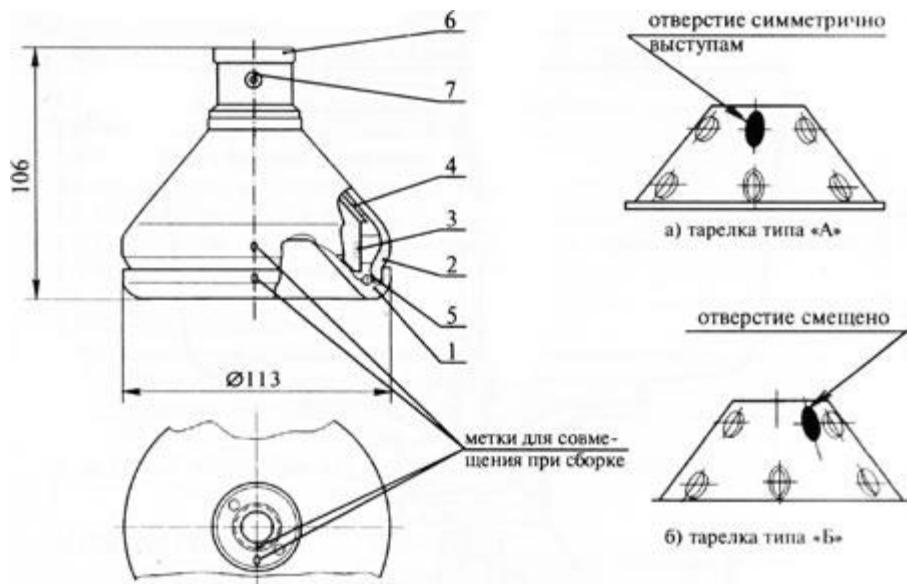

Рисунок 2: Барабан
Основной рабочий орган – барабан (рис. 2). В барабане под действием центробежных сил происходит процесс разделения молока на сливки и обрат. Барабан состоит из тарелодержателя (1) с набором алюминиевых тарелок (3), разделительной тарелки (4) с регулировочным винтом (7), крышки (2), уплотнительного кольца (5), гайки (6).
3. Запрещается работать на сепараторе при незатянутой гайке барабана (6) (рис. 2).
1. Открутить гайку (6) (рис. 2) при помощи специального ключа из комплекта принадлежностей.
ЗАПРЕЩАЕТСЯ ДАЛЬНЕЙШАЯ РАЗБОРКА БАРАБАНА ПРИ ВЫСТУПАЮЩЕМ РЕГУЛИРОВОЧНОМ ВИНТЕ (7) (рис. 2), (ПРИ НЕОБХОДИМОСТИ ВВЕРНУТЬ ЕГО). ПОЛНОСТЬЮ ВЫКРУЧИВАТЬ РЕГУЛИРОВОЧНЫЙ ВИНТ – НЕ РЕКОМЕНДУЕТСЯ.
2. Для снятия крышки (2) (рис. 2) необходимо перевернуть барабан и ударить торцом резьбовой части по деревянной доске по направлению стрелки.
3. Снимите разделительную тарелку (4) (рис. 2).
4. Снимите поочередно тарелки «А» и «Б» (3) (всего их должно быть от 10 до 12 шт.)
5. Снимите уплотнительное кольцо (5) с тарелкодержателя (1) (рис. 2).
1. Вложить в канавку тарелкодержателя (1) (рис. 2), уплотнительное кольцо (5).
2. Легким поворачиванием тарелок на трехграннике тарелкодержателя (1) поочередно установите два типа тарелок «А» и «Б» (3). Начинать сборку можно с любого типа тарелки «А» или «Б», чередуя их. Набор тарелок должен быть полным (всего от 10 до 12 шт.).
3. На пакет тарелок установить разделительную тарелку (4), (рис. 2).
4. На разделительную тарелку (4), (рис. 2), установить крышку (2), таким образом, чтобы выступ в тарелке разделительной вошел в паз крышки.
5. Метку «0» (рис. 2), на крышке совместить с меткой на верхней части тарелкодержателя.
6. На выступающую часть тарелкодержателя (1) завернуть гайку (6). Окончательную затяжку гайки выполнить спецключом, вставив два рожка спецключа в два